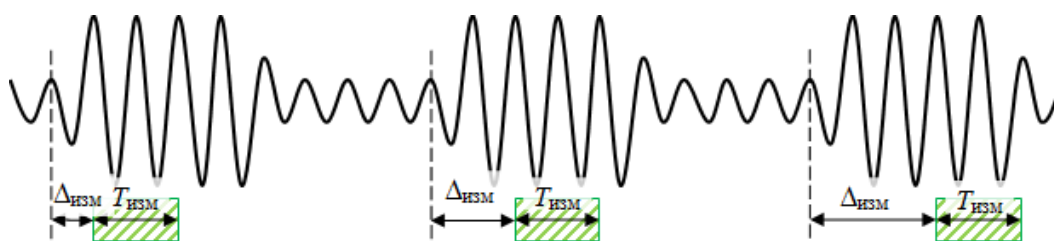

Рисунок 5.51 – Измерение профиля импульса с изменением задержки
- измерение в режиме «Профиля импульса» путём изменения задержки в импульсном режиме с заданным шагом (рисунок 5.51).
Метод измерения профиля импульса выполняется в импульсном режиме на фиксированной частоте и заключается в перемещении точки «Старт обзора», т.е. окна «незануления» (рисунок 5.51).